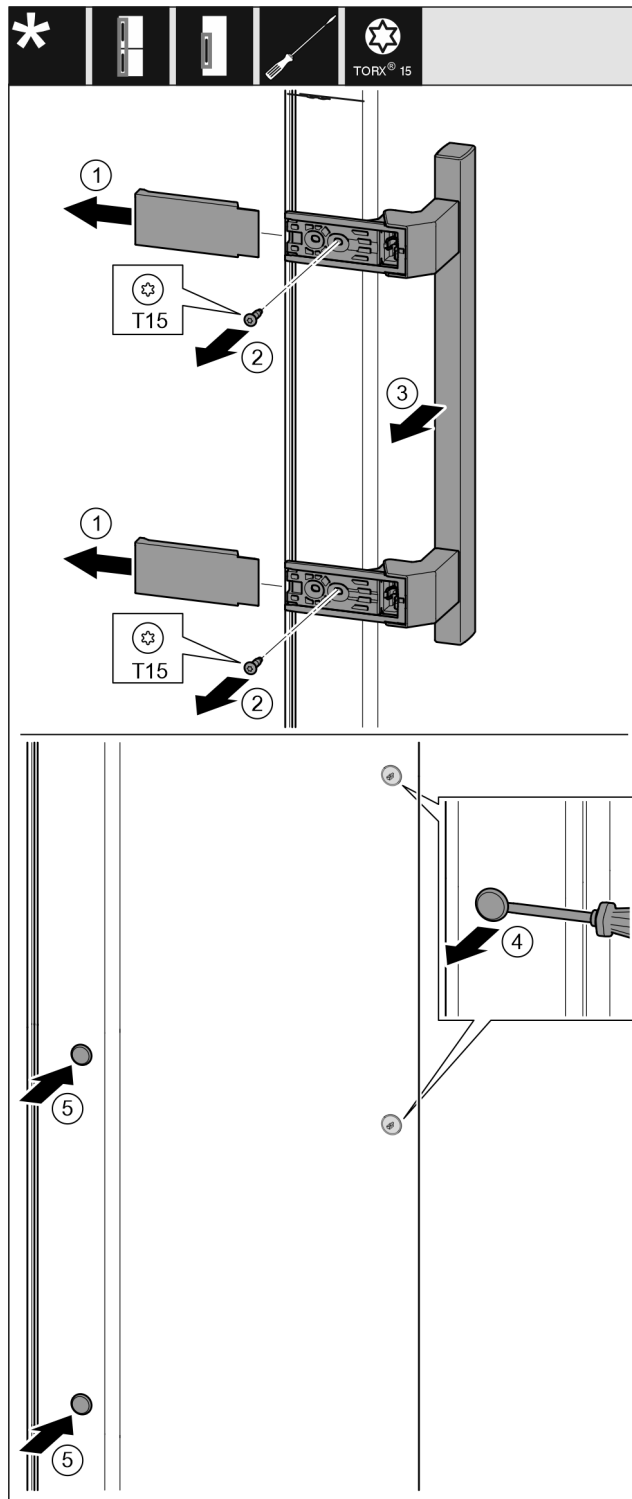

Fig. 20
- Dra bort skyddet. Fig. 20 (1)
- Skruva ut skruvarna med en skruvmejsel T15. Fig. 20 (2)
- Ta bort handtaget. Fig. 20 (3)
- Bänd försiktigt upp pluggarna på sidan med en spårskruvmejsel och dra ut dem. Fig. 20 (4)
- Sätt in pluggarna på andra sidan igen. Fig. 20 (5)